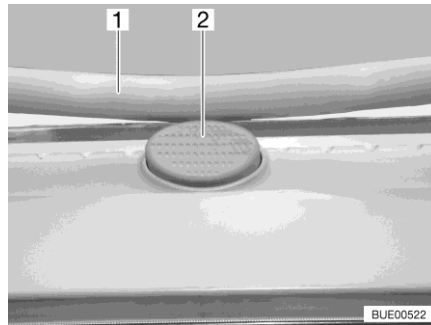

Bild 115 Låsknapp (Heki-taklucka)
- Tryck på låsknappen (Bild 115,2) och dra ner bygeln (Bild 115,1) med båda händerna.
- Tryck bygeln uppåt med båda händerna tills bygeln ligger ovanför låsknappen (Bild 115,2).